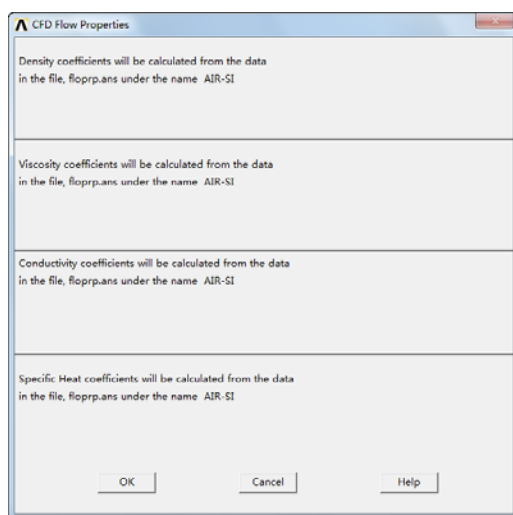

图 10-75 “CFD Flow Properties”对话框
⑤单击“OK”按钮，会弹出“CFD Flow Properties”对话框，如图 10-75 所示，单击“OK”按钮关闭该对话框。
④单击“OK”按钮，会弹出“CFD Flow Properties”对话框，如图 10-75 所示，单击“OK”按钮关闭该对话框。